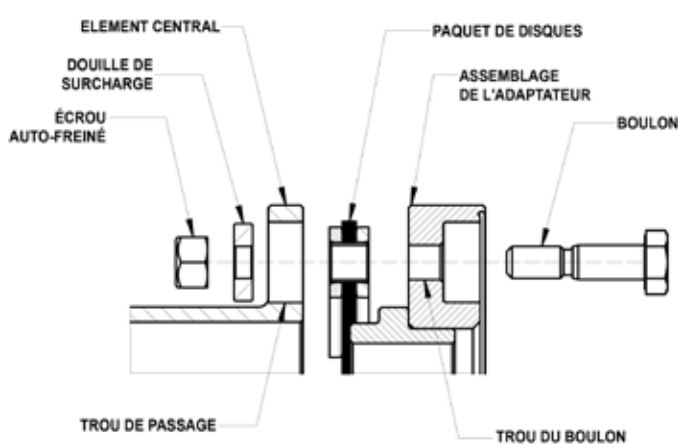

Figure 11A
9.3 Installez d'abord les paquets de disques avec l'adaptateur de sorte que les têtes des rondelles du paquet de disques soient alignées avec les trous de boulons dans les brides de l'adaptateur comme indiqué sur la figure 11A. Insérez les boulons par les trous de boulon de l'adaptateur et le paquet de disques.
9.4 Installez une rondelle de surcharge sur chaque boulon comme indiqué aux figures 11A et 11B.
9.8 Installez une rondelle de surcharge sur chaque boulon comme indiqué aux figures 11A et 11B.